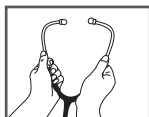

Fig. 1
2. Per ridurre la tensione della molla, afferrare ciascun tubo auricolare in corrispondenza della curva e tirare delicatamente verso l'esterno, come illustrato nella Fig. 1.